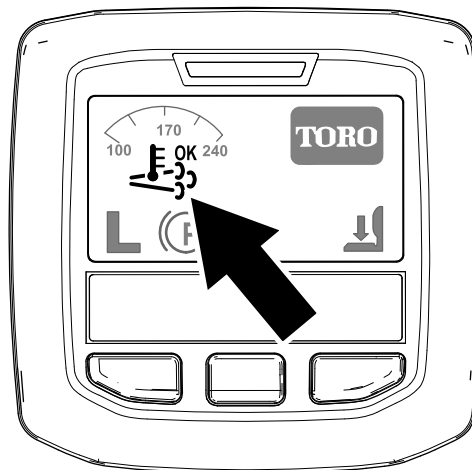

Figura 39
- Aparece el icono de regeneración de asistencia/restablecimiento en el InfoCenter (Figura 39).